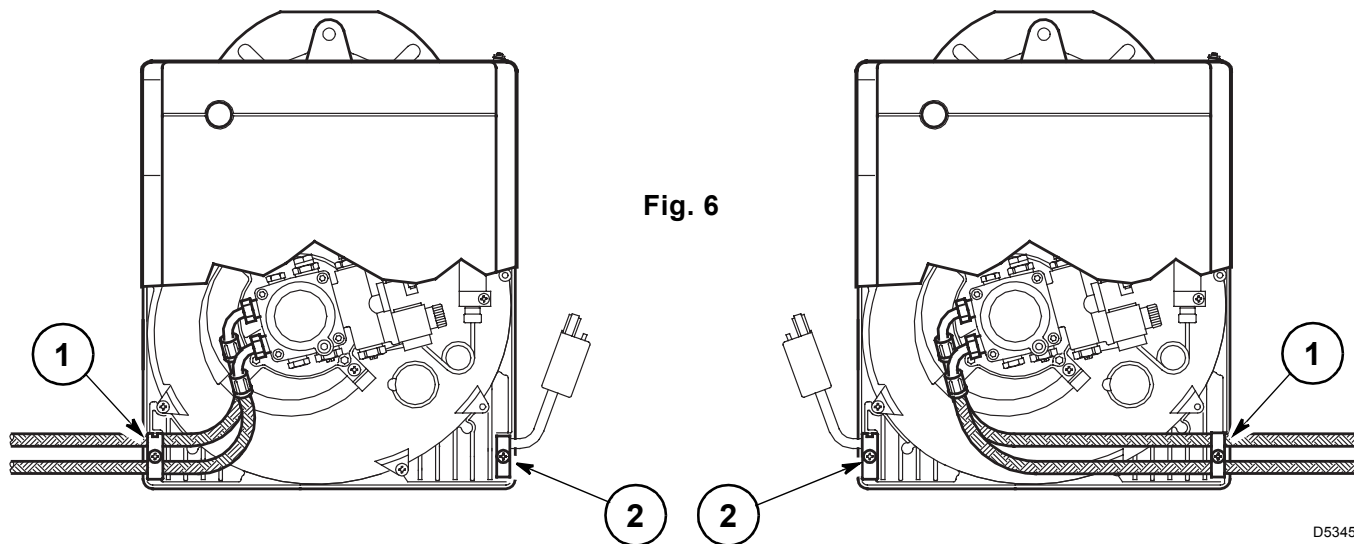

Fig. 6
Le brûleur est prééquipé pour recevoir les tubes d'alimentation du fioul des deux cotés. Selon que la sortie des flexibles est à droite ou à gauche, il peut y avoir lieu de changer l'emplacement de la plaque de fixation (1) avec la traverse de blocage du câble (2), (voir fig. 6).